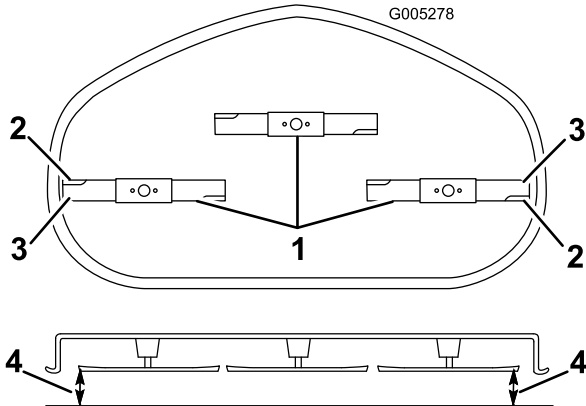

Figura 39
5. Gire cuidadosamente la(s) cuchilla(s) colocándola(s) perpendicularmente al sentido de avance de la máquina (Figura 39). Mida entre los bordes de corte exteriores y la superficie plana (Figura 39). Si hay una diferencia de más de 5 mm entre ambas dimensiones, se requiere un ajuste; siga con este procedimiento.
6. Mida entre los bordes de corte exteriores y la superficie plana (Figura 39). Si hay una diferencia de más de 5 mm entre ambas dimensiones, se requiere un ajuste; siga con este procedimiento.